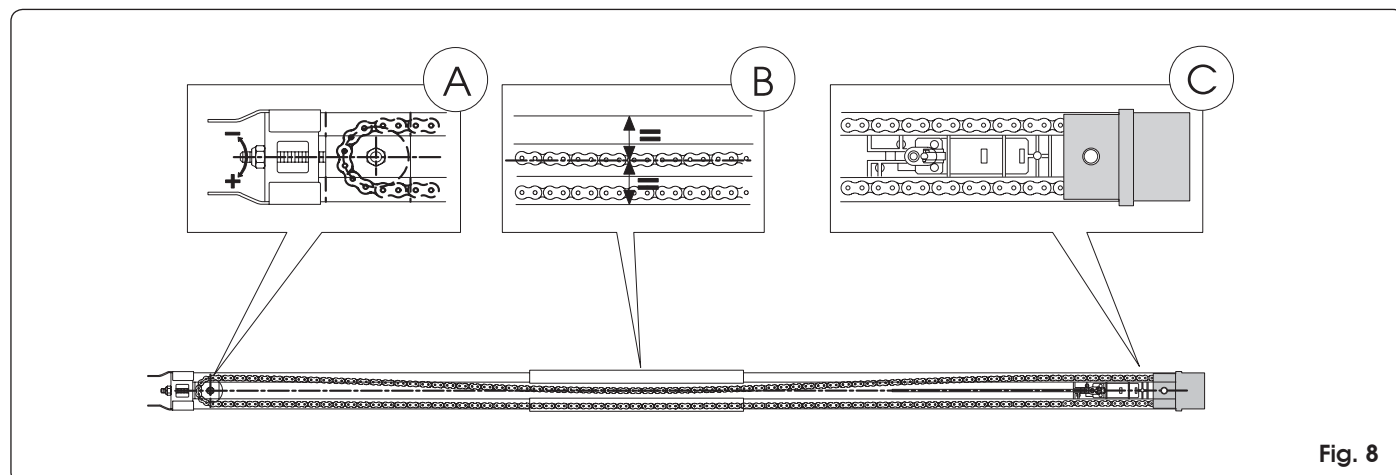

Fig. 8
- 5) Incline la guía de deslizamiento sobre el lado (Fig. 8)
- 6) Empuje el carro hasta que quede cerca del grupo de acoplamiento tracción (Fig. 8 ref. C).
- 7) Regule el tensor (fig. 8 ref. A) de modo que la zona central del bucle, formada por el tramo superior de la cadena, coincida aproximadamente con la línea media central de la guía de deslizamiento (Fig. 8 ref. B).